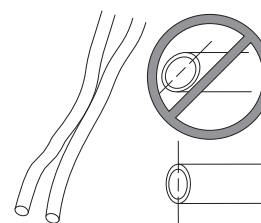

Fig. 12
- Si la manguera es muy larga, use un cuchillo filoso para **cortar** los tubos a la misma longitud donde **NO ESTÉN UNIDOS**. Asegúrese de que el corte sea recto para formar un extremo liso en los tubos (Fig. 12).